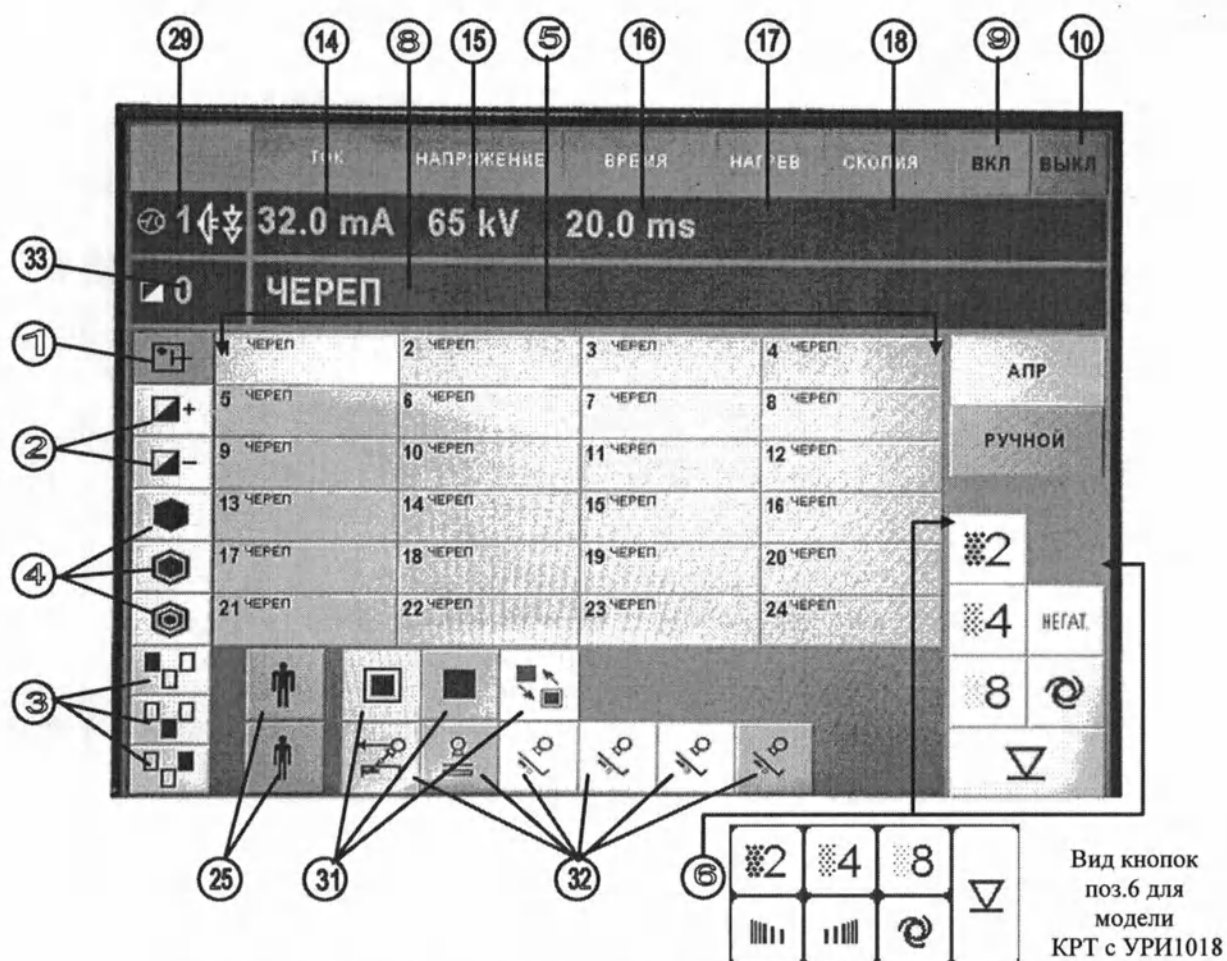
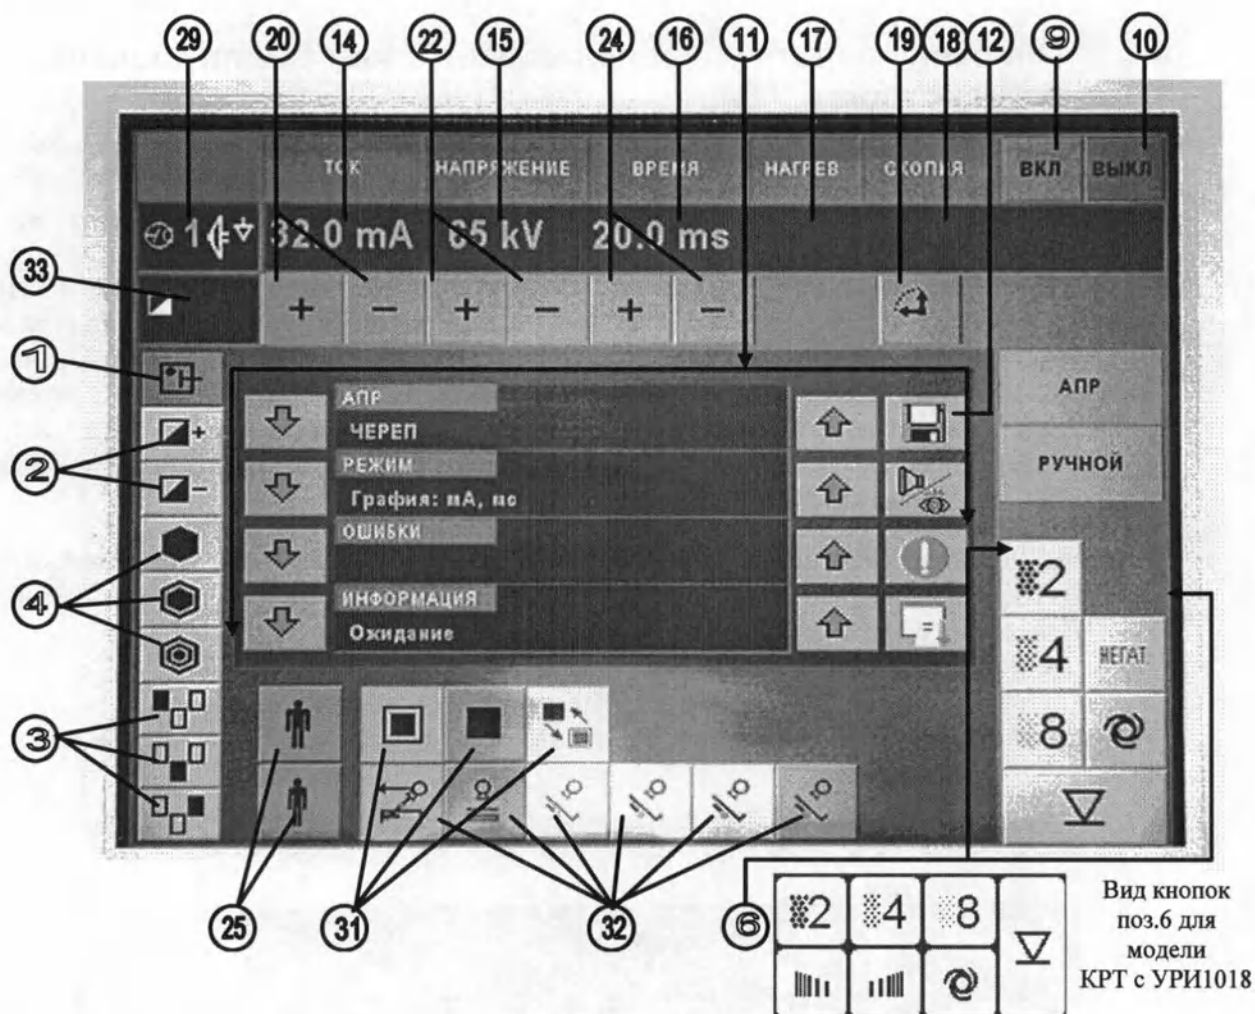

Рисунок 4.12 – Экран пульта управления РПУ (в режиме АПР)
Рисунок 4.13 – Экран пульта управления РПУ (в ручном режиме установки параметров)
Конструктивно, пульт состоит из экрана - жидкокристаллического индикатора (ЖКИ) с диагональю 25 см, на который выводится изображение органов управления и индикации (см. Рисунок 4.12). Экран - жидкокристаллический индикатор, накрыт прозрачной сенсорной панелью, нажатием на поверхность которой, пользователь может вводить необходимые команды управления РПУ и УРИ. Вводимая команда определяется местом нажатия на сенсорную панель (т.е. при нажатии панели на изображении органа управления - выполняется соответствующая команда).
Панель управления состоит из следующих областей (см. Рисунок 4.12, Рисунок 4.13):
- Дисплея параметров экспозиции РПУ (см. Рисунок 4.12, Рисунок 4.13, поз.14÷18);
- Диалогового дисплея РПУ (см. Рисунок 4.13, поз.11);
- Органов управления УРИ (см. Рисунок 4.12, поз.6 и Рисунок 4.13, поз.6);
После включения комплекса (поступления питающего напряжения на пульт ТСП и окончания режима самопроверки ТСП), начинает светиться экран ЖКИ и на нем вначале появляется заставка, а после тестирования изображение пульта управления РПУ в режиме АПР (см. Рисунок 4.12). На экране индицируется текущее состояние настроек РПУ «Ток», «Напряжение», «Время». Информация о работе РПУ и УРИ отображается на дисплеях пульта управления (см. Рисунок 4.12, Рисунок 4.13), а также, в виде подсвечивания кнопок управления.
- 1 – кнопка включения и отключения режима автоматического контроля экспозиции (АКЭ) (см. Рисунок 4.12, Рисунок 4.13);
- 2 – кнопки коррекции плотности почернения снимка (см. Рисунок 4.12, Рисунок 4.13);
- 3 – группа кнопок служит для выбора поля датчика АКЭ (см. Рисунок 4.12, Рисунок 4.13);
- 4 – группа кнопок задает чувствительность экрана АКЭ (высокая, средняя, низкая) (см. Рисунок 4.12, Рисунок 4.13);
- 5 – кнопки выбора программ органоавтоматики (см. Рисунок 4.12);
- 6 – кнопки управления УРИ (см. Рисунок 4.12, Рисунок 4.13);
- 8 – дисплей выбранной программы органоавтоматики (см. Рисунок 4.12);
- 9 – кнопка включения РПУ (см. Рисунок 4.12, Рисунок 4.13);
- 10 – кнопка выключения РПУ (см. Рисунок 4.12, Рисунок 4.13);
- 11 – диалоговый дисплей в ручном режиме установки параметров (см. Рисунок 4.13);
- 12 – кнопка записи параметров экспозиции установленных вручную (см. Рисунок 4.13);
- 14 – дисплей «Ток», индицирует значение тока трубки в зависимости от режима работы в миллиамперах или в миллиампер-секундах (см. Рисунок 4.12, Рисунок 4.13);
- 15 – дисплей «Напряжение», индицирует значение напряжения на трубке в киловольтах (см. Рисунок 4.12, Рисунок 4.13);
- 16 – дисплей «Время», индицирует время проведения экспозиции в миллисекундах (см. Рисунок 4.12, Рисунок 4.13);
- 17 – дисплей «Нагрев», индицируется относительный нагрев рентгеновской трубки в процентах от максимально допустимого значения (см. Рисунок 4.12, Рисунок 4.13);
- 18 – дисплей «Скопия», индицируется время работы РПУ в режиме флюороскопии в минутах (см. Рисунок 4.12, Рисунок 4.13);
- 19 – кнопка для сброса таймера флюороскопии в нулевое значение (см. Рисунок 4.13);
- 20 – кнопки увеличения/уменьшения тока трубки (см. Рисунок 4.13);
- 22 – кнопки увеличения/уменьшения напряжения на трубке (см. Рисунок 4.13);
- 24 – кнопки увеличения/уменьшения времени проведения экспозиции (см. Рисунок 4.13);
- 25 – кнопки коррекции параметров экспозиции в зависимости от комплекции пациента (см. Рисунок 4.12, Рисунок 4.13);
- 29 – дисплей индицирует номер выбранной рентгеновской трубки для данного рабочего места и ее режим работы (см. Рисунок 4.12, Рисунок 4.13);
- 31 – кнопки выбора размера фокусного пятна (см. Рисунок 4.12, Рисунок 4.13);
- 33 – дисплей индицирует значение уровня коррекции плотности почернения снимка в числовом виде в режиме АКЭ (см. Рисунок 4.12).